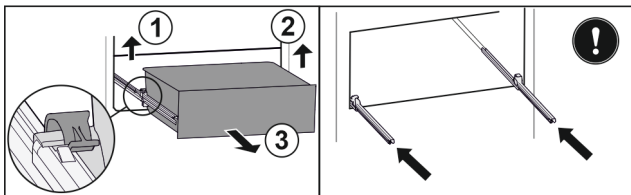

Fig. 163
- Sollevare il morsetto sinistro e allo stesso tempo tirare in avanti il cassetto sinistro. Fig. 163 (1)
- Sollevare il morsetto destro e allo stesso tempo tirare in avanti il cassetto destro. Fig. 163 (2)
- Rimuovere il cassetto tirandolo in avanti. Fig. 163 (3)